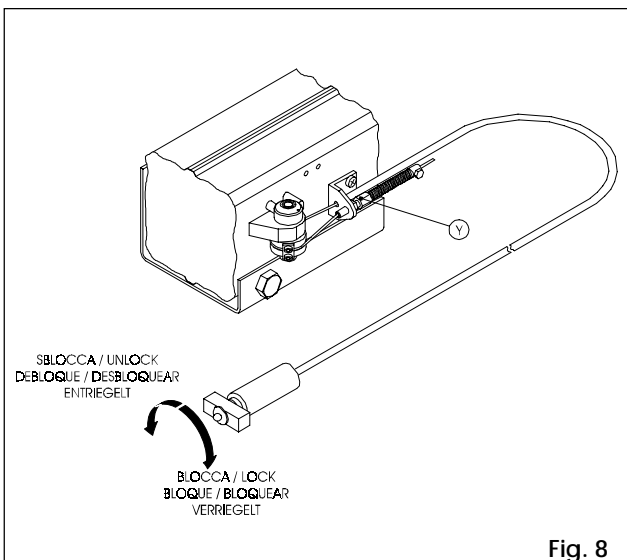

Fig. 8
- 10) Infine, **regolare** la buona funzionalità dello sblocco tramite il registro **Y**, come in Fig.8.
- 10) Finally **adjust** the release device so that it is perfectly functional using adjuster screw **Y** as shown in Fig.8.
- 10) Enfin, **régler** le déclenchement du déverrouillage au moyen des vis d'ajustement **Y**, comme indiqué en Fig.8.
- 10) Finalmente, **regular** el funcionamiento del dispositivo mediante los registros **Y**, como ilustra la Fig. 8.
- 10) Mit den Register **Y** schließlich gem. Abb. 8 den Betrieb der Notentriegelung **einstellen**.